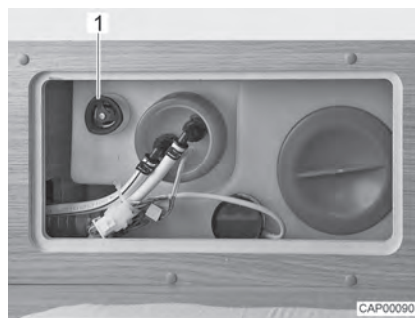

Bild 109 Wassertank mit Drehgriff
- Auf dem Wassertank den Drehgriff (Bild 109,1) im Uhrzeigersinn bis zum Anschlag drehen.
- Auf dem Wassertank den Drehgriff (Bild 109,1) entgegen dem Uhrzeigersinn bis zum Widerstand drehen. Das Wasser läuft bis auf ca. 20 Liter aus.